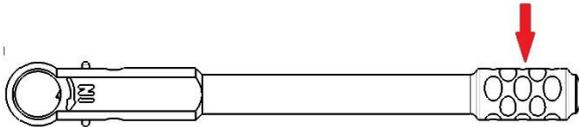

Abbildung 2
- Der Druckpunkt ist ausschließlich am Ende des Handgriffs (siehe Pfeil in **Abbildung 2**)
- Nur mit einem Finger Druck in Pfeilrichtung aufbringen. (siehe Pfeil in **Abbildung 2**)